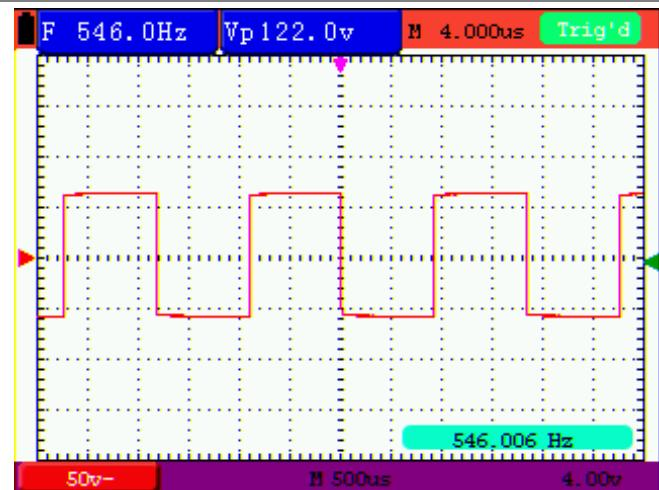

Рисунок 51. Функция частотомера
3. Нажмите кнопку **F5**, чтобы включить частотометр, выбрав в опции **Cymometer** значение «**ON**». (см. рисунок 51):